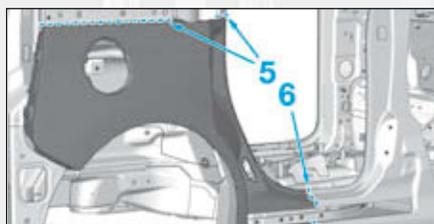

FIG.172
- par cordons MAG en (5) et (6), puis meuler les cordons de soudure (Fig.172),